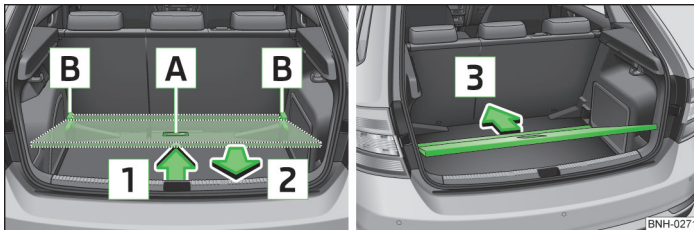

Abb. 70 Variablen Ladeboden in die untere Position einstellen
- Den variablen Ladeboden am Griff **A** » Abb. 70 fassen.